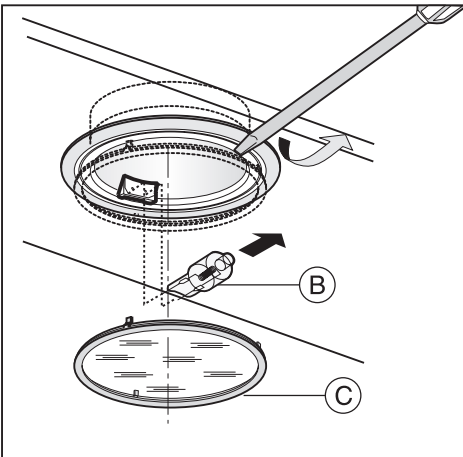

Fig.20 / 20. attēls
• **Udskiftning af halogenpærer (Fig.20):**